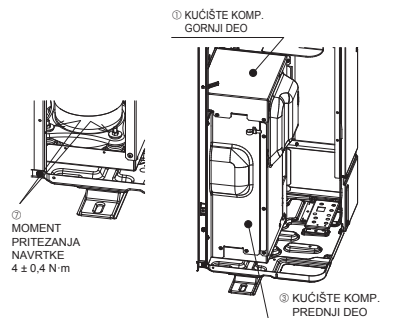

Fig. 4-2
- Nakon uklanjanja pričvrstnih delova kompresora, proverite da li ste pritegli navrtke i vratite GORNJI DEO KUČIŠTA KOMP. i PREDNJI DEO KUČIŠTA KOMP. u prvobitno stanje. (Fig. 4-2)